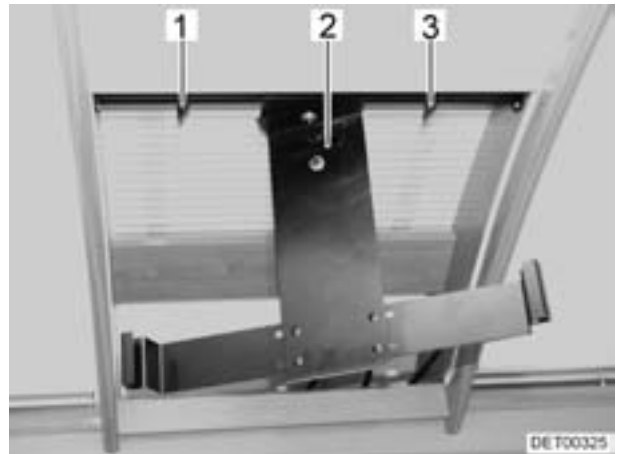

Bild 68 Roll-Laden-Schrank mit Bildschirm-Halterung (Flachbildschirm nicht montiert)
- Die Halteschrauben (Bild 68,1) auf der Rückseite der Bildschirm-Halterung lösen. Dadurch wird die Bildschirm-Halterung (Bild 68,2) entriegelt.
- Den Flachbildschirm in dieser Stellung halten und die Halteschrauben (Bild 68,1) festdrehen.